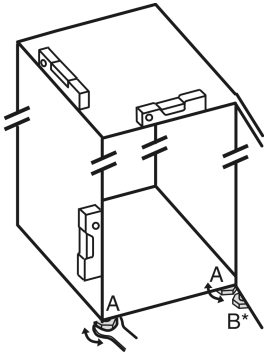

Fig. 27
- ▶ Stelvoetjes Fig. 27 (A) met meegeleverde steeksleutel en met behulp van een waterpas er uit draaien tot het apparaat vast en vlak is uitgelijnd.
- ▶ Stelvoetje Fig. 27 (B) op het lagerblok losdraaien met de bijgeleverde steeksleutel totdat deze op de vloer rust.
- ▶ Stelvoetje Fig. 27 (B) 90° verder draaien.